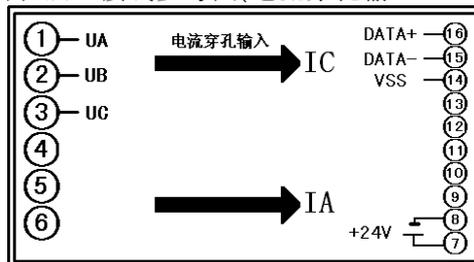

图 3.2.4 三相三制 S5 型 RS-485 接口接线参考图
3.2.4.4、三相三线制 S5 型产品（两表法）接线参考图(电流穿孔输入， $\Phi 11\text{mm}$ ，最大 100A),见图 3.2.4。